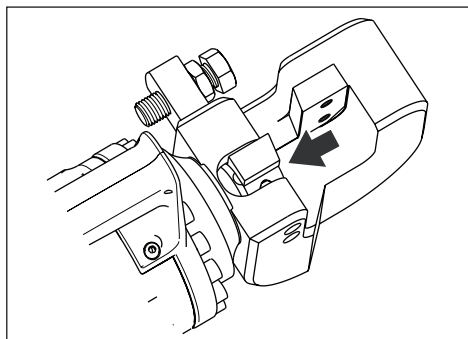

図4:ピストンおよびブレードが完全に格納した（「ホーム」）位置にある
- ピストンがいったいまで前進すると、ピストンが自動的に反転し、完全に格納された「ホーム」位置に移動します。図4を参照してください。
材料をカuttingヘッド内に配置する際は、ピストンと可動ブレードが完全に格納された「ホーム」位置になるようにしてください。図4を参照してください。
2. カッターが「ホーム」(完全に格納された状態)位置であることを確認します。図4を参照してください。